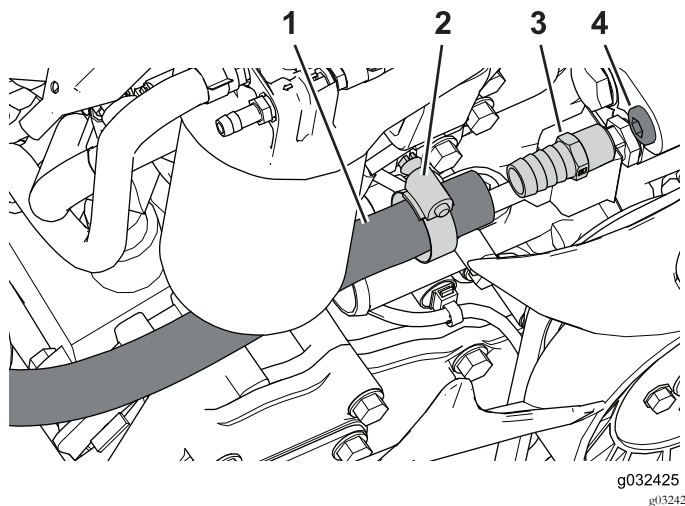

Figura 29
1. Individuate e rimuovete il tappo del foro del motore (Figura 29).
2. Applicate del sigillante sulle filettature maschio del raccordo diritto, saltando la prima filettatura (Figura 29).
5. Fate scorrere la fascetta stringitubo sull'estremità del flessibile (Figura 29).
6. Inserite il flessibile sul raccordo diritto e fissatelo utilizzando la fascetta stringitubo, come illustrato nella Figura 29.